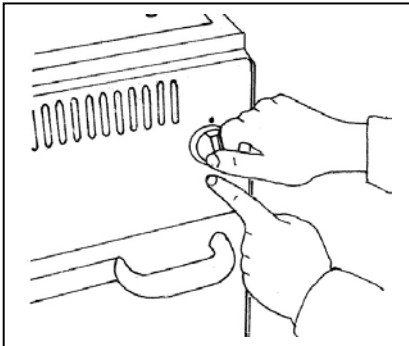

Bild 4
- Einlegen der Brennerringe entsprechend Bild 4.
Um auf eine höhere Heizleistung zu kommen, muss der rote Knopf gedrückt und der Knebel in den roten Bereich gedreht werden (Bild 4). Beim Zurückdrehen ist ein Drücken des roten Knopfes **nicht** erforderlich.